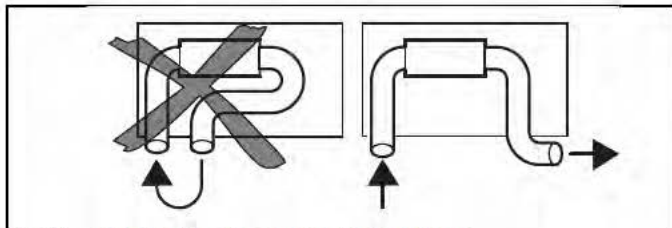

Fig. 7: Entrée et sortie de l'air du chauffage
- court-circuit d'air entre l'entrée et la sortie de l'air de l'appareil de chauffage (figure 7)